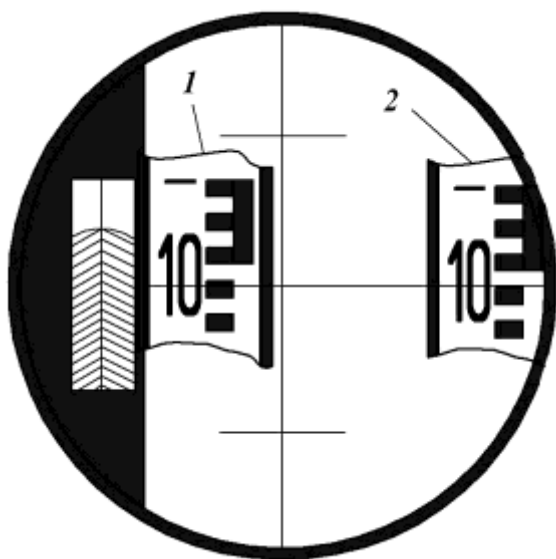

Рис. 5. Вторая поверка
2. Вращением наводящего винта 9 (см. рис. 1) зрительной трубы изображение нивелирной рейки располагают у левого конца средней горизонтальной нити сетки нитей (рис. 5) – положение изображения рейки №1.
3. Вращением элевационного винта 14 (см. рис. 1) совмещают изображения концов пузырька цилиндрического контактного уровня 16 и берут отсчет по рейке a_l (см. рис. 5).
4. Вращением наводящего винта 9 (см. рис. 1) зрительной трубы перемещают изображение нивелирной рейки к правому концу средней горизонтальной нити сетки нитей (см. рис. 5) – положение изображения рейки №2.
5. Вращением элевационного винта совмещают изображения концов пузырька цилиндрического контактного уровня и берут отсчет по рейке a_n (см. рис. 5).